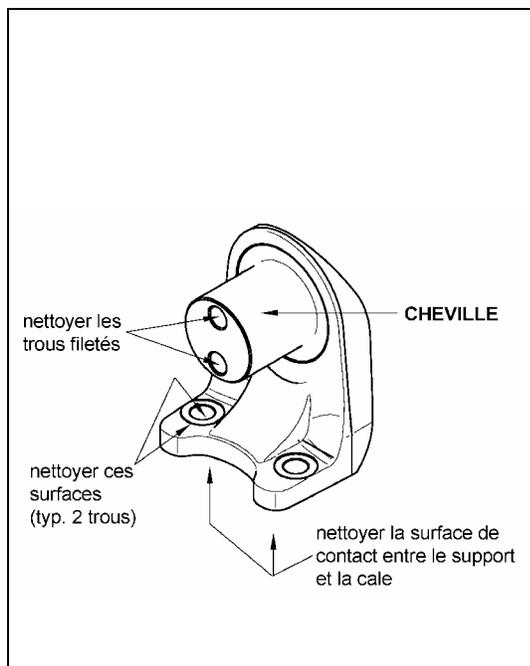

FIGURE 4 : NETTOYAGE DES SUPPORTS (typ. 3 supports)
7. Nettoyez successivement les surfaces des 3 supports de façon à éliminer toutes traces de composé anti-grippage à l'aide d'un dégraissant de type "brake cleaner". Nettoyez les surfaces de contact entre les supports, les cales et la structure. Sur les supports (voir figure 4), nettoyez la surface d'appui des têtes, les trous de passages de boulons ainsi que les trous filetés à l'aide d'une brosse (Prevost # 684901). Asséchez le tout avec un linge propre.